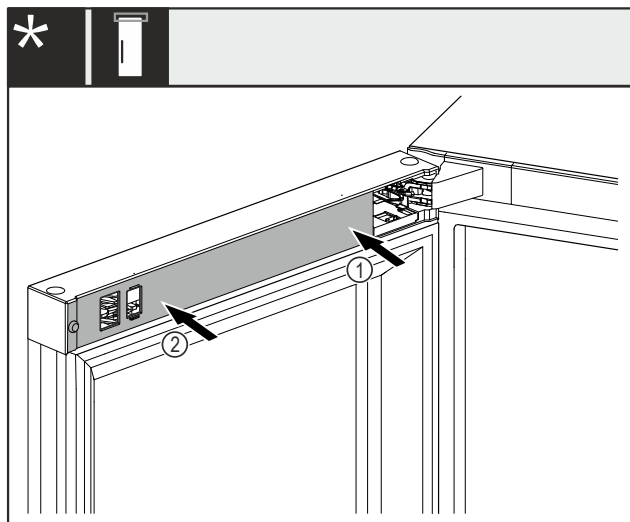

Fig. 47 *
- Kryt Fig. 47 (1) nasadíte najskôr na stranu ložiskovej konzoly a zaklapnete.*
- Kryt Fig. 47 (2) nasadíte na vonkajšiu stranu a zaklapnete.*